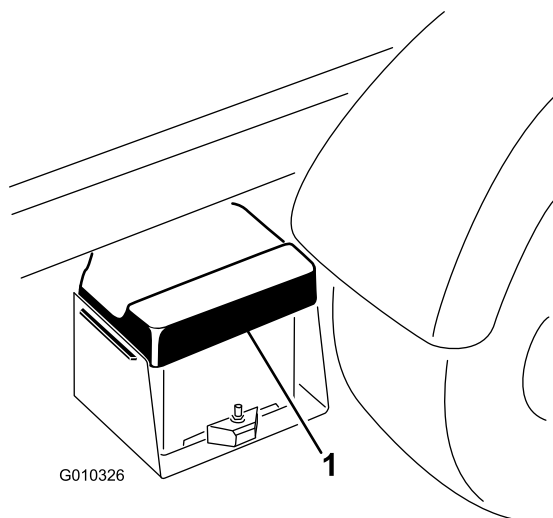

Figura 52
1. Apriete la tapa de la batería para liberar las pestañas de la base de la batería. Retire la tapa de la batería de la base (Figura 52).